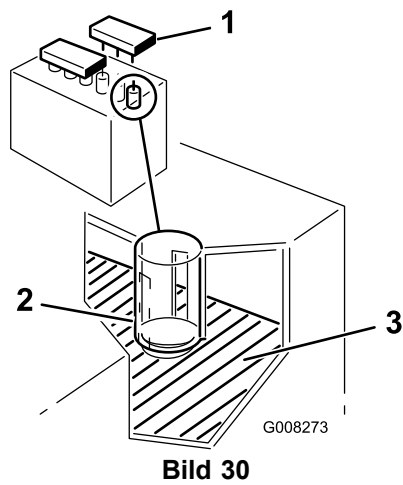

Bild 30
2. Entfernen Sie die Fülldeckel. Wenn der Füllstand die Fülllinien nicht erreicht (Bild 30), füllen Sie genug destilliertes Wasser nach; siehe „Nachfüllen der Batterie“.
2. Entfernen Sie die Fülldeckel (Bild 30).
3. Gießen Sie langsam destilliertes Wasser in jede Batteriezelle, bis der Füllstand den unteren Teil des Rohrs erreicht (Bild 30).